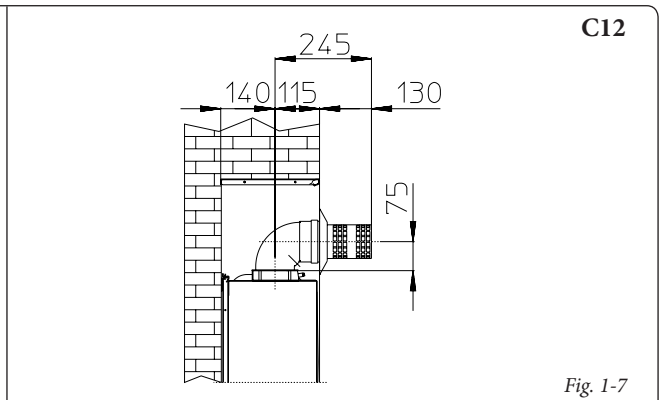

Fig. 1-7
- Applicazione con uscita anteriore (Fig. 1-7). Lo scarico diretto permette di occupare solo l'ingombro del terminale.